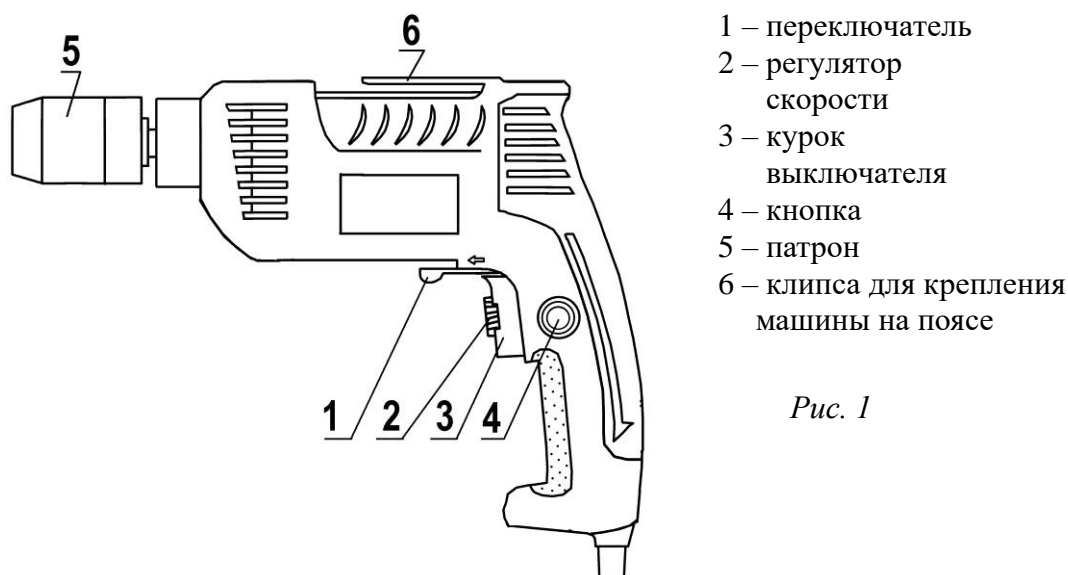

Рис. 1
4.1. Устройство машины изображено на рис.1.
7.2. Для кратковременного включения машины необходимо плавно нажать на курок выключателя поз. 3 (см. рис. 1), при отключении курок отпустить.